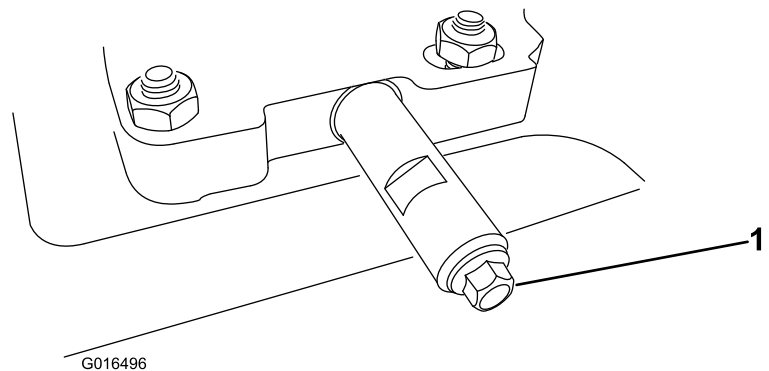

Bild 31
1. Reinigen Sie den Bereich um die Ölablassschraube (Bild 31).